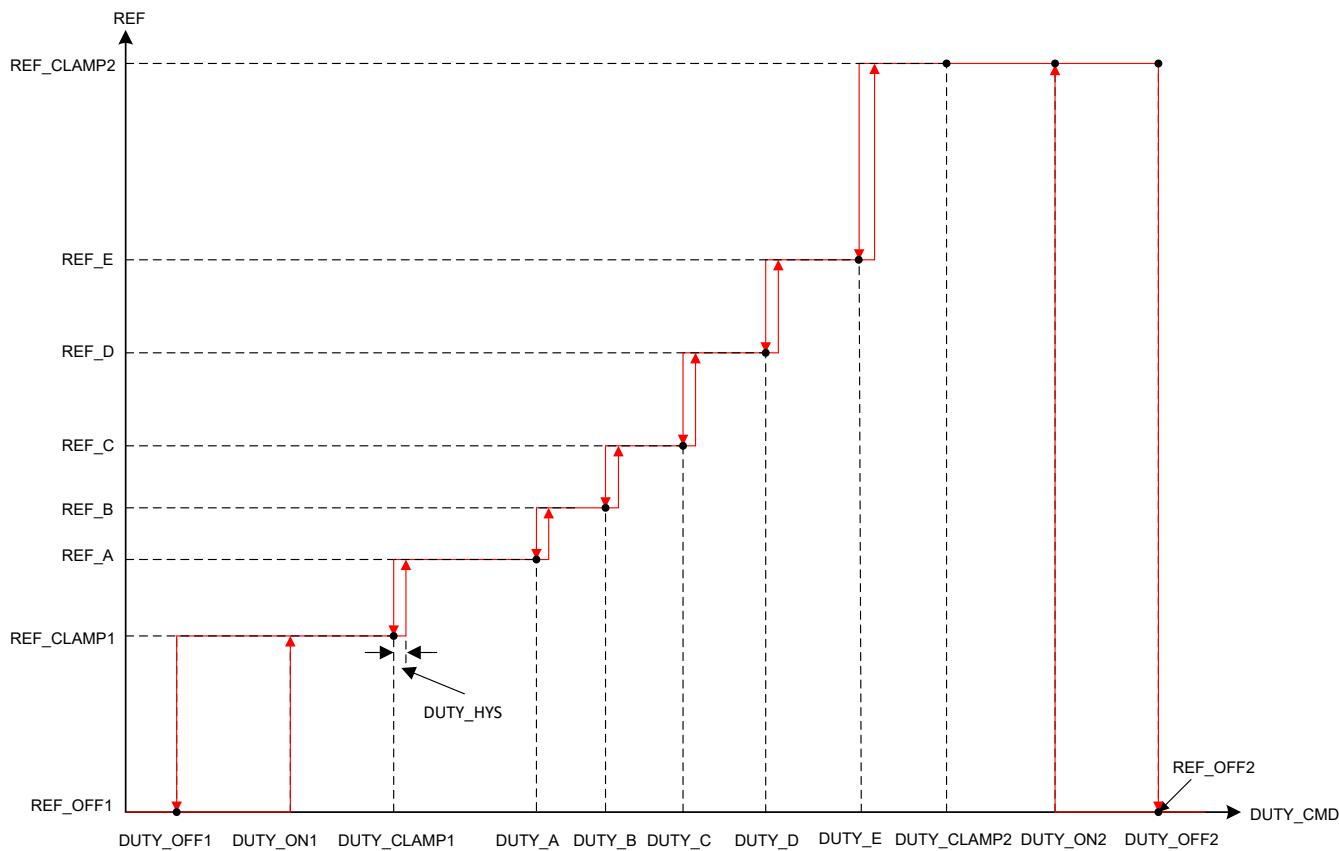

図 7-12. 階段制御プロファイル
- DUTY\_OFF1 と DUTY\_ON1 は、リファレンス制御入力 REF\_CLAMP1 および REF\_OFF1 間を遷移する際のヒステリシスを設定します（図 7-12 を参照）。
- DUTY\_A は、リファレンス REF\_A のデューティ・コマンドを設定します。このリファレンスは、DUTY\_CLAMP1において REF\_CLAMP1 から REF\_A に階段的に変化します。DUTY\_A から DUTY\_E は、図 7-12 と同じ順序である必要があります。
- DUTY\_OFF2 と DUTY\_ON2 は、リファレンス制御入力 REF\_CLAMP2 および REF\_OFF2 間を遷移する際のヒステリシスを設定します (図 7-12 を参照)。